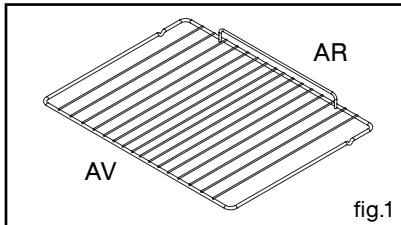

fig.1
• Grille sécurité anti-basculement (fig.1)
Exemple : position "  " (fig.1).
Exemple : repère de température 210°(fig.1)..